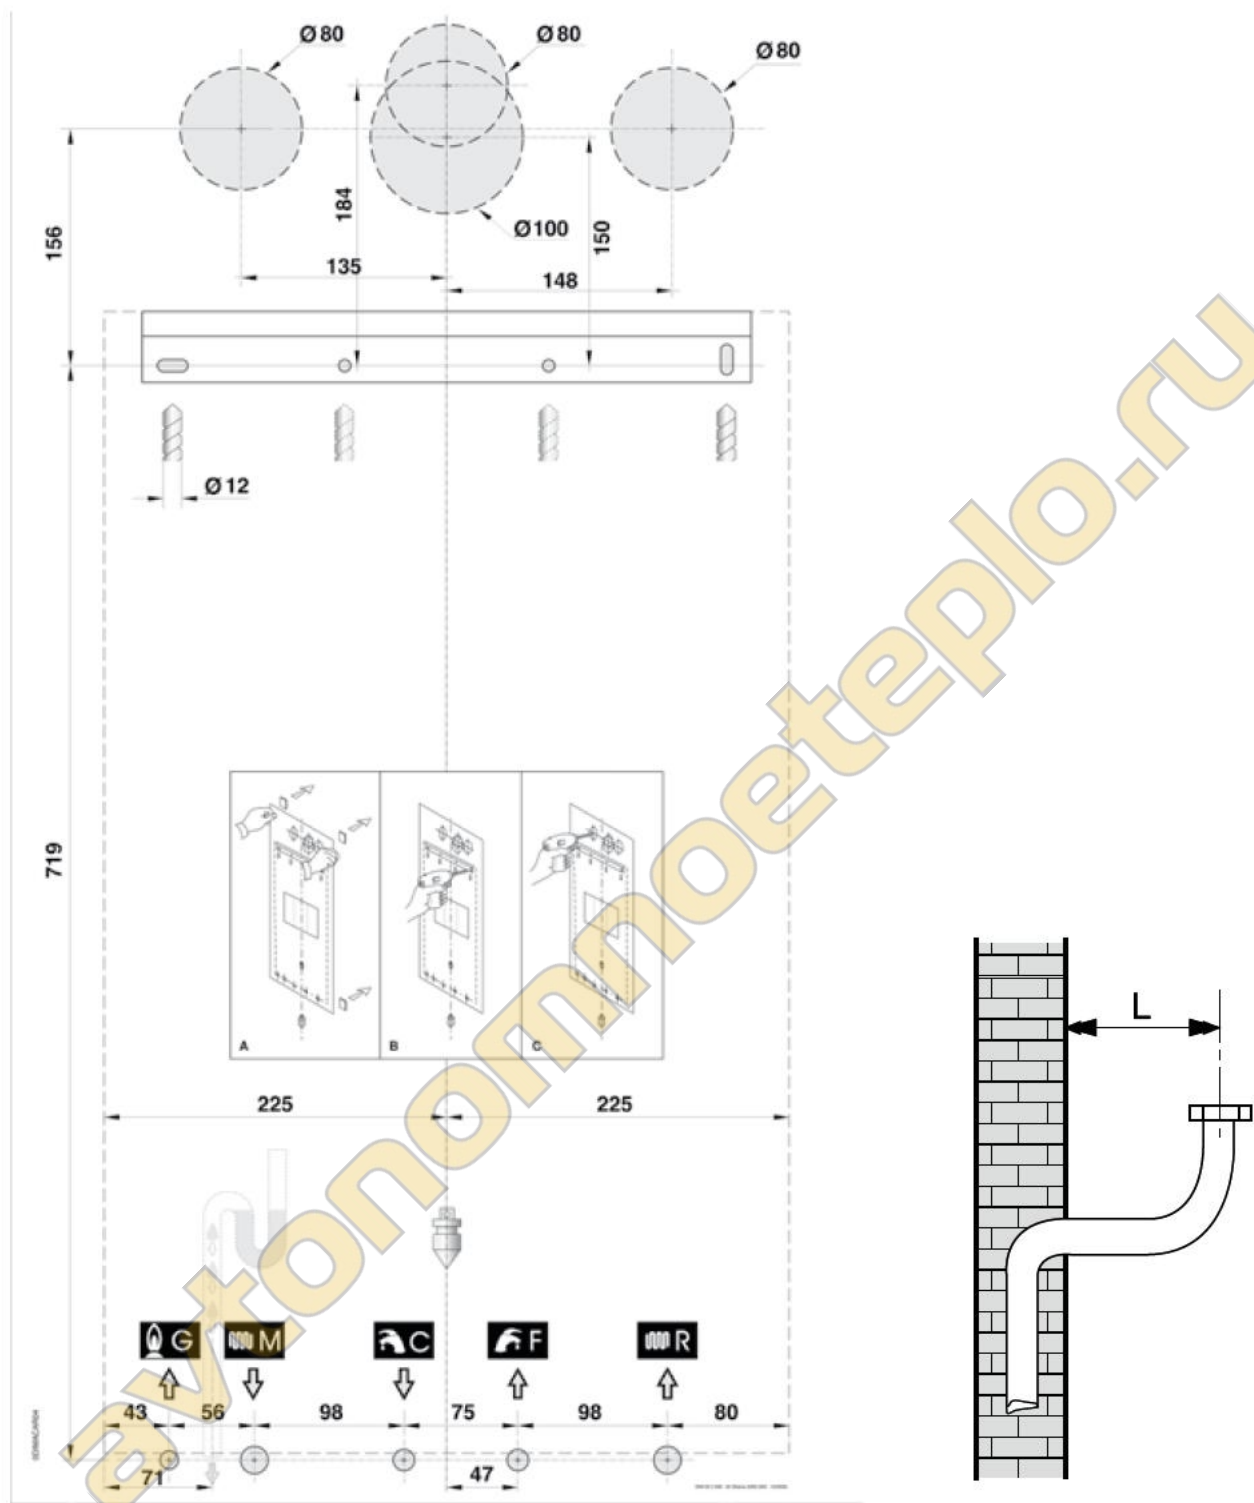

Рис. 9
- б) монтажный шаблон для навески котла (рис. 9);
Каждый котел снабжен специальным шаблоном из бумаги (рис. 9), который позволяет до установки котла и обустройства системы отопления, определить место расположения выхода труб на контур отопления, контур ГВС и газовой сети, а также системы воздухозабора/дымоотвода.
- зафиксировать шаблон (рис. 9) на стене;
- разместить соединительные элементы для подключения к линии подачи газа (G), линии подачи холодной воды (F), выхода горячей воды (C), подачи (M) и обратки (R) отопительной системы в соответствии с имеющимися на шаблоне (в нижней его части) обозначениями;